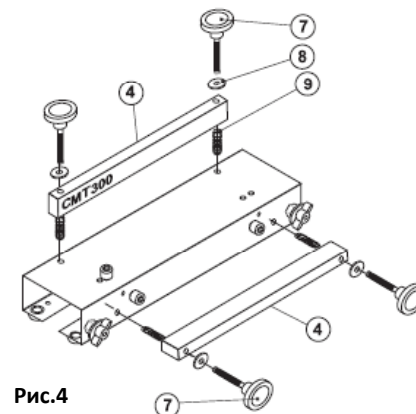

Рис.4
Рисунок 4: На рисунке показывается, как монтировать прижимные планки, фиксирующие заготовки в нужной позиции. Покрытие поверхности планок позволяет надежнее удерживать заготовки во время обработки. Приверните планку (4) с помощью ручек (7), шайб (8) и пружин (9) к двум соответствующим резьбовым отверстиям. Таким же образом установите планку 4 к передней стороне корпуса.